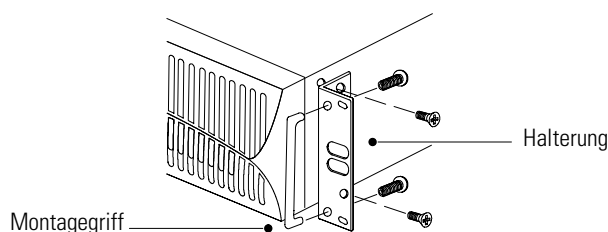

Abbildung 2. Einbauen der Halterungen
2. Die Montagegriffe mit den im Zubehörsatz gelieferten Schrauben an der Halterung anbringen (siehe Abbildung 2).
3. Die Halterungen nach den Schraubenlöchern auf der Seite der USV ausrichten und mit den mitgelieferten Schrauben sichern (siehe Abbildung 2).